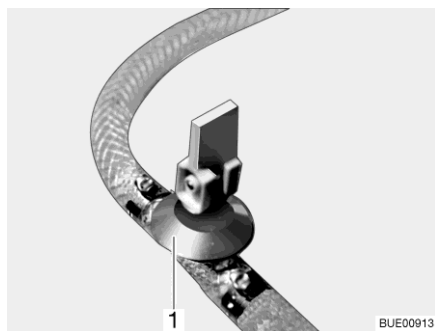

Bild 171 Avtappningskran (med vipparm)
- Öppna alla avtappningskranar. Ställ sedan vipparmen på avtappningskranen (Bild 171,1) i vertikalt läge.